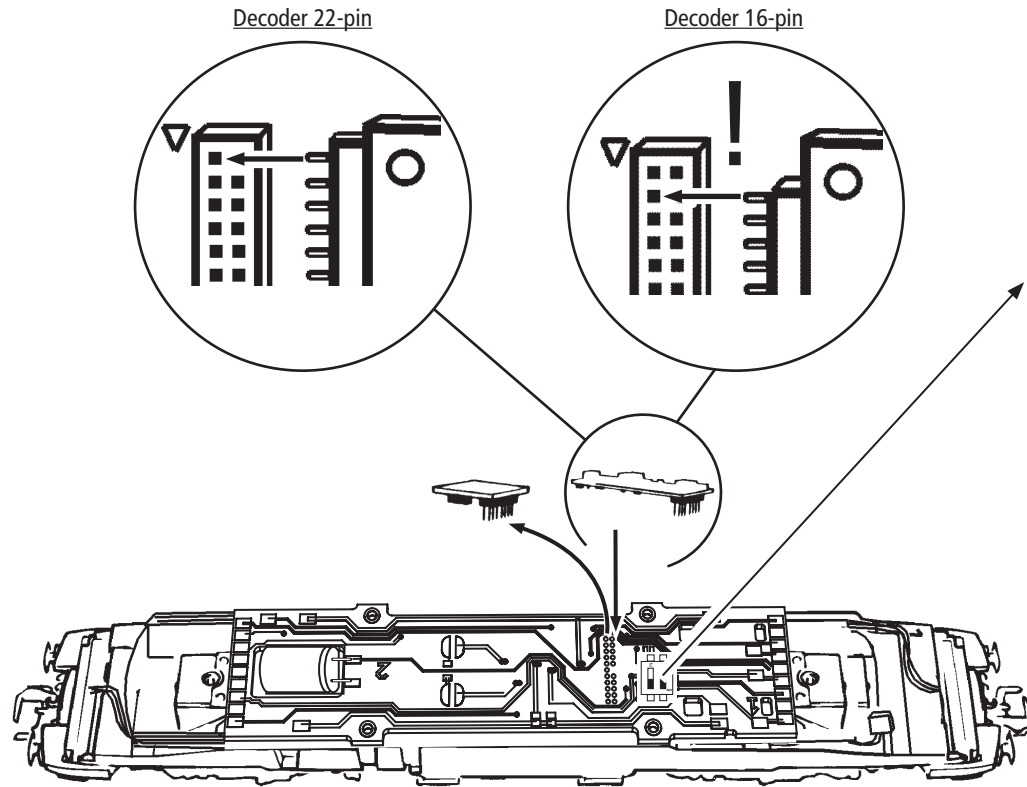

Fig. 7
**2. Schmierung:** Versehen Sie die im Schmierplan in Fig. 7 gekennzeichneten Stellen mit nur **kleinen Öltropfen**. Dazu zuerst das Lokgehäuse abnehmen (Fig. 4). Wir empfehlen den **ROCO Öler Art.-Nr. 10906**. Fürs Schmieren der Getriebeteile (Zahnräder, Schnecke) empfehlen wir das **ROCO-Spezialfett Art.-Nr. 10905**. Im Falle der Schmierung diese Teile **nicht ölen**.
**2. Lubrication:** Apply **tiny oil drops** to spots marked in fig. 7. Prior to lubrication dismantle locomotive (fig. 4). We recommend using item no. **10906, Roco oiler**. For lubrication the gearparts (e.g. cogwheels, worm) we should recommended our Roco **special grease** (item no. **10905**). **Attention:** Please do not oil these parts when using our grease.
**2. Graissage:** N'appliquez **qu'une toute petite goutte** aux endroits indiqués par le plan de graissage (fig. 7) après avoir démonté la caisse de la locomotive (fig. 4). Nous vous recommandons **le graisseur à huile Roco réf. 10906**. Pour graisser les engrenages (roues dentées, vis sans fin) nous vous conseillons la **graisse spéciale Roco réf. 10905** pour engrenages en matières synthétiques. Lorsque vous utilisez cette graisse il faut éviter d'huiler ces composants.